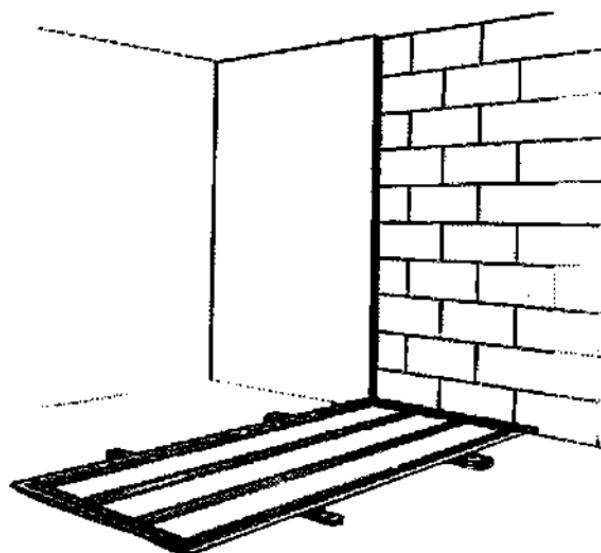

Рис. 43. Нанесение клея полосами
**При克莱ивание на гладкую поверхность.** Этот метод используется для ровных поверхностей, таких как бетон или штукатурка. На гладкие поверхности, например, из бетона, при克莱ивание осуществляется путем нанесения тонких полос гипсового клея. В этом случае рекомендуется использование клея Кнауф-Фугенфюллер. Это средство наносится с помощью зубчатого мастерка четырьмя тонкими полосами по всей длине гипсокартонной плиты, если она имеет толщину 9,5 мм (рис. 43). Для остальных гипсокартонных плит достаточно трех полос.